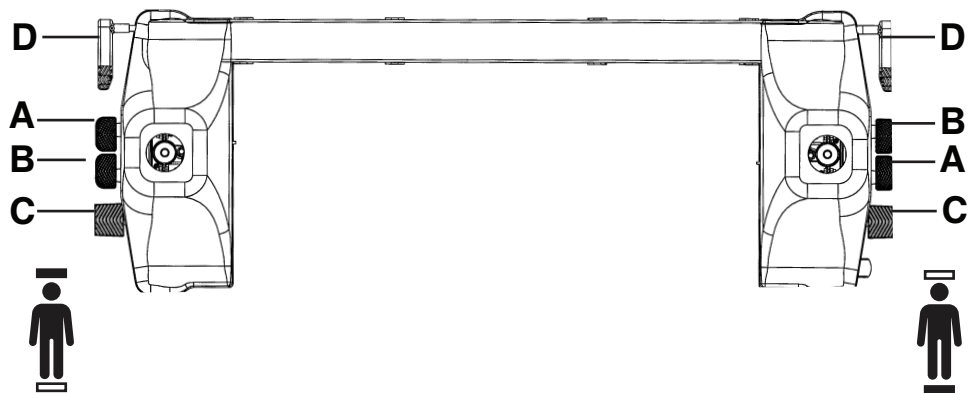

Figure 2 – Élévation ou abaissement du plan de couchage
Pour élever le plan de couchage, appuyer sur la pédale de la pompe (C) (Figure 2).
Pour abaisser le côté tête du plan de couchage (déclive), appuyer sur la pédale de déblocage hydraulique (B) d'un côté ou de l'autre du produit (Figure 2).